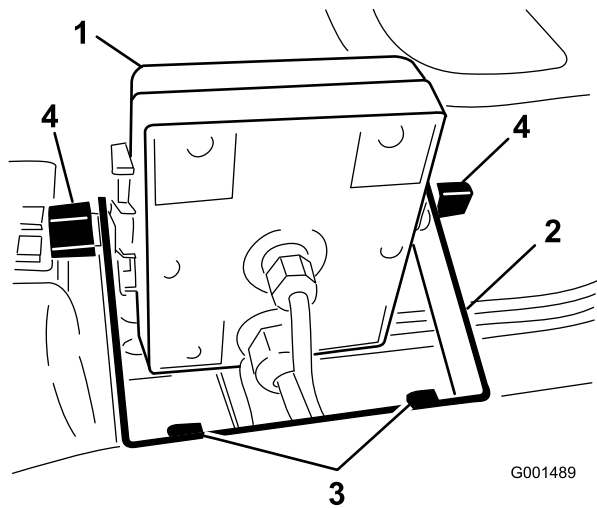
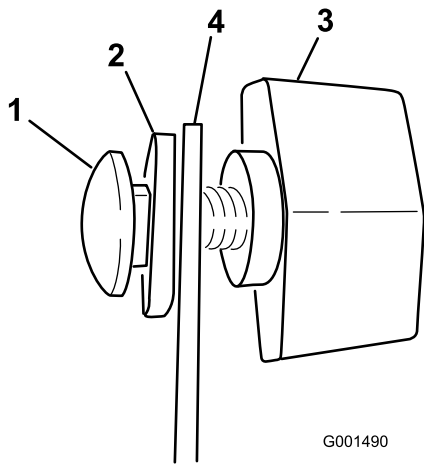

図 5
図 6
2. モニタのブラケットをダッシュボードに取り付ける ; フランジヘッド・ボルト (1/4 x 3/4 in) 2本とフランジ・ナット (1/4 in) 2本を使用する (図 5)。
3. キャリッジボルト、ゴム・ワッシャ、ノブ各2個を、図 5および図 6のように仮止める。
6. ブラケットにスプレープロを取り付け(図 5)、ノブで固定する。